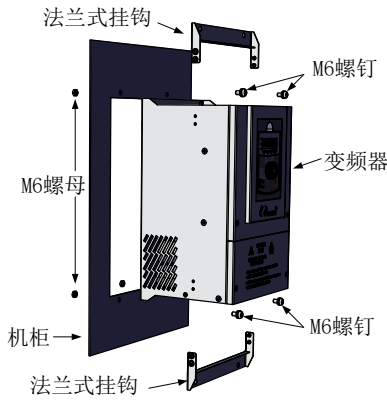

图3-4. CM530H-4T变频器钣金结构18~55kW穿墙式安装图
- 具体见图3-4 CM530H-4T变频器钣金结构18-55kW穿墙式安装图。